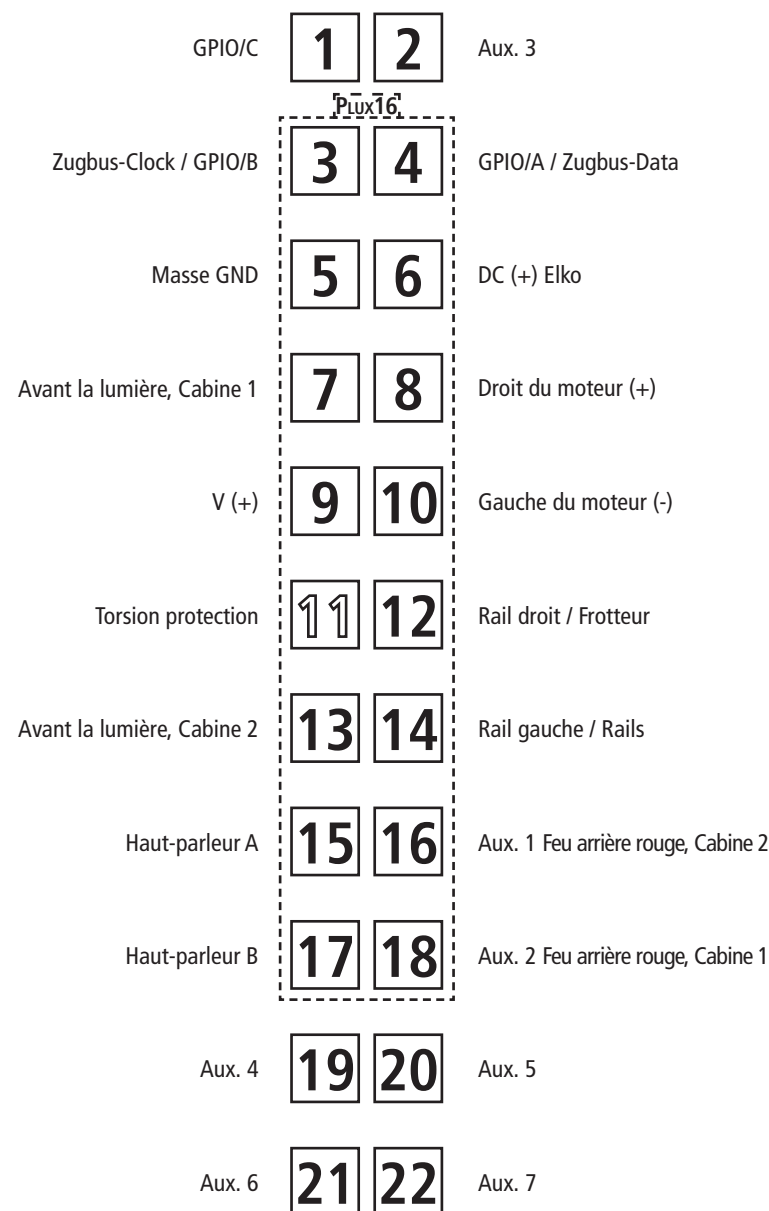

Fig. 6
1. Nettoyage des lames de courant aux roues: Les lames de contacts risquent de s'encrasser rapidement sur des voies poussiéreuses. Veuillez **enlever la poussière** aux endroits marqués à la fig. 6 à l'aide d'un petit pinceau souple.